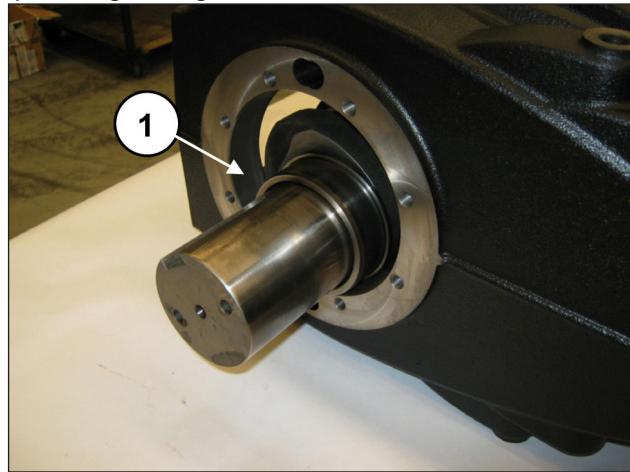
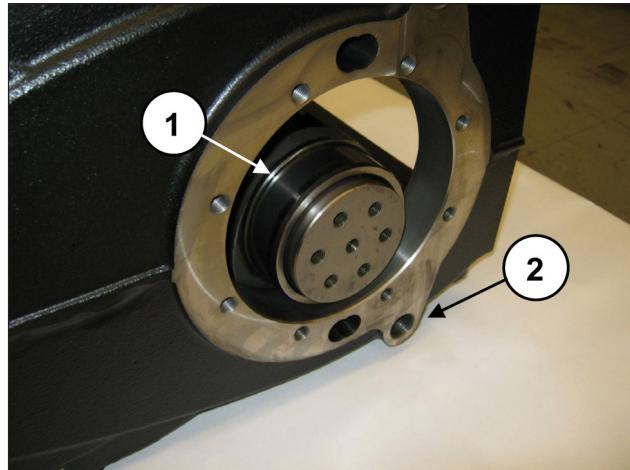

Fig. 51
Fig. 52
L'albero a gomiti deve essere tassativamente montato con il lato PTO dalla parte opposta rispetto ai fori G1/2" per i tappi di scarico olio del carter pompa (pos. ②, Fig. 52).
Arrivare fino al completo inserimento dell'albero nel carter (pos. ①, Fig. 51 e Fig. 52).